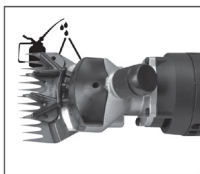

Fig.1
- Durante il processo di lavorazione, è necessario aggiungere olio lubrificante all'utensile. Quando l'utensile è in funzione da 1-2 minuti, la lama deve essere lubrificata. La quantità di lubrificazione è solitamente di 5-8 gocce. Applicare l'olio lubrificante ai due fori dell'utensile dopo circa trenta minuti di funzionamento. La quantità di lubrificazione in questo caso è solitamente di 3-5 gocce (Fig. 1).